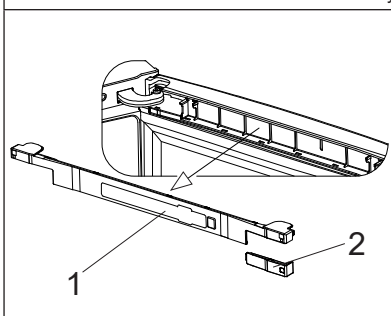

Рисунок 2
2. Снимите накладку двери 1 вместе с боковой накладкой 2 (см. рисунок 2).